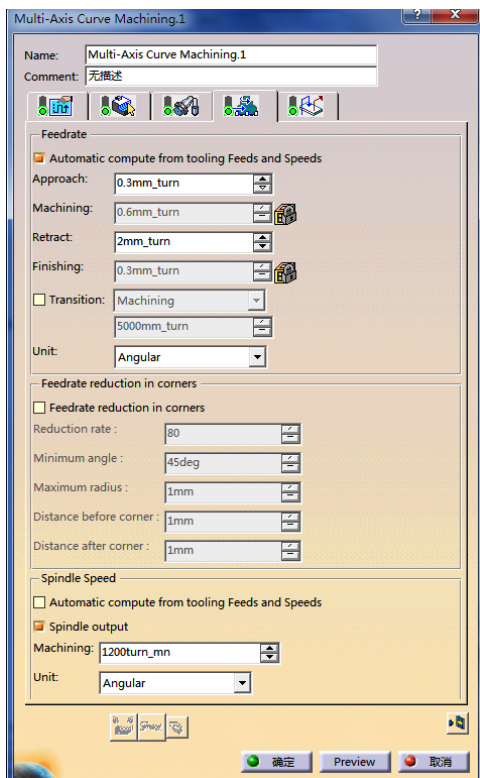

图 7-126 进给率参数选项卡 (6)
4) 定义进给率。单击“Multi-Axis Curve Machining.1”对话框中的, 切换到进给率参数选项卡 (6)，设置参数如图 7-126 所示。